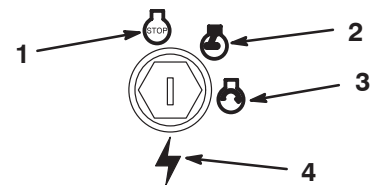

Figure 8
7. Tournez la clé de contact en position de Démarrage (Fig. 8) pour activer le démarreur. Relâchez la clé quand le moteur démarre.
3. Tournez la clé de contact en position Contact coupé (Fig. 8).